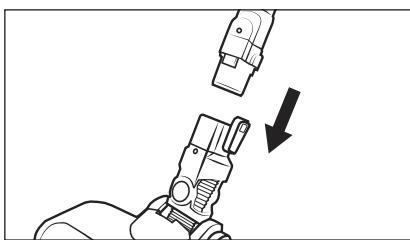

Fig. 2
- 2) Sæt sugerøret 24 ind i gulvbørsten 22, indtil det klikker hørbart på plads (se fig. 2).